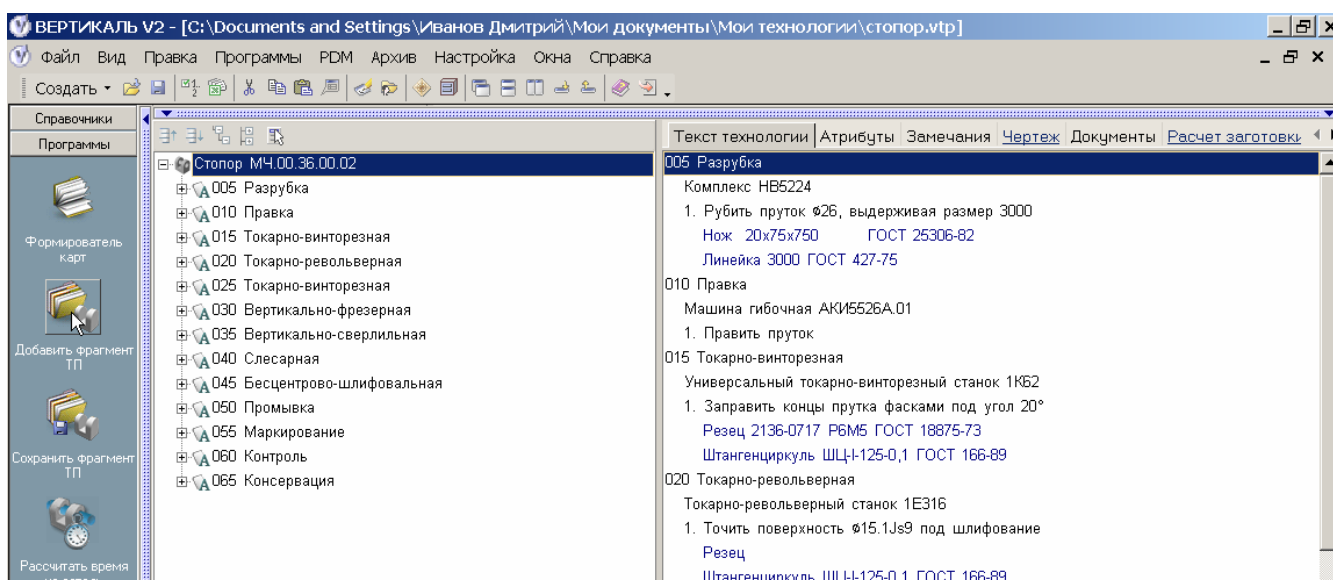

Рисунок 27 – Вставка фрагмента в техпроцесс из библиотеки шаблонов
2. На панели **Программы** нажимаем кнопку **Добавить фрагмент ТП** (рисунок 27).